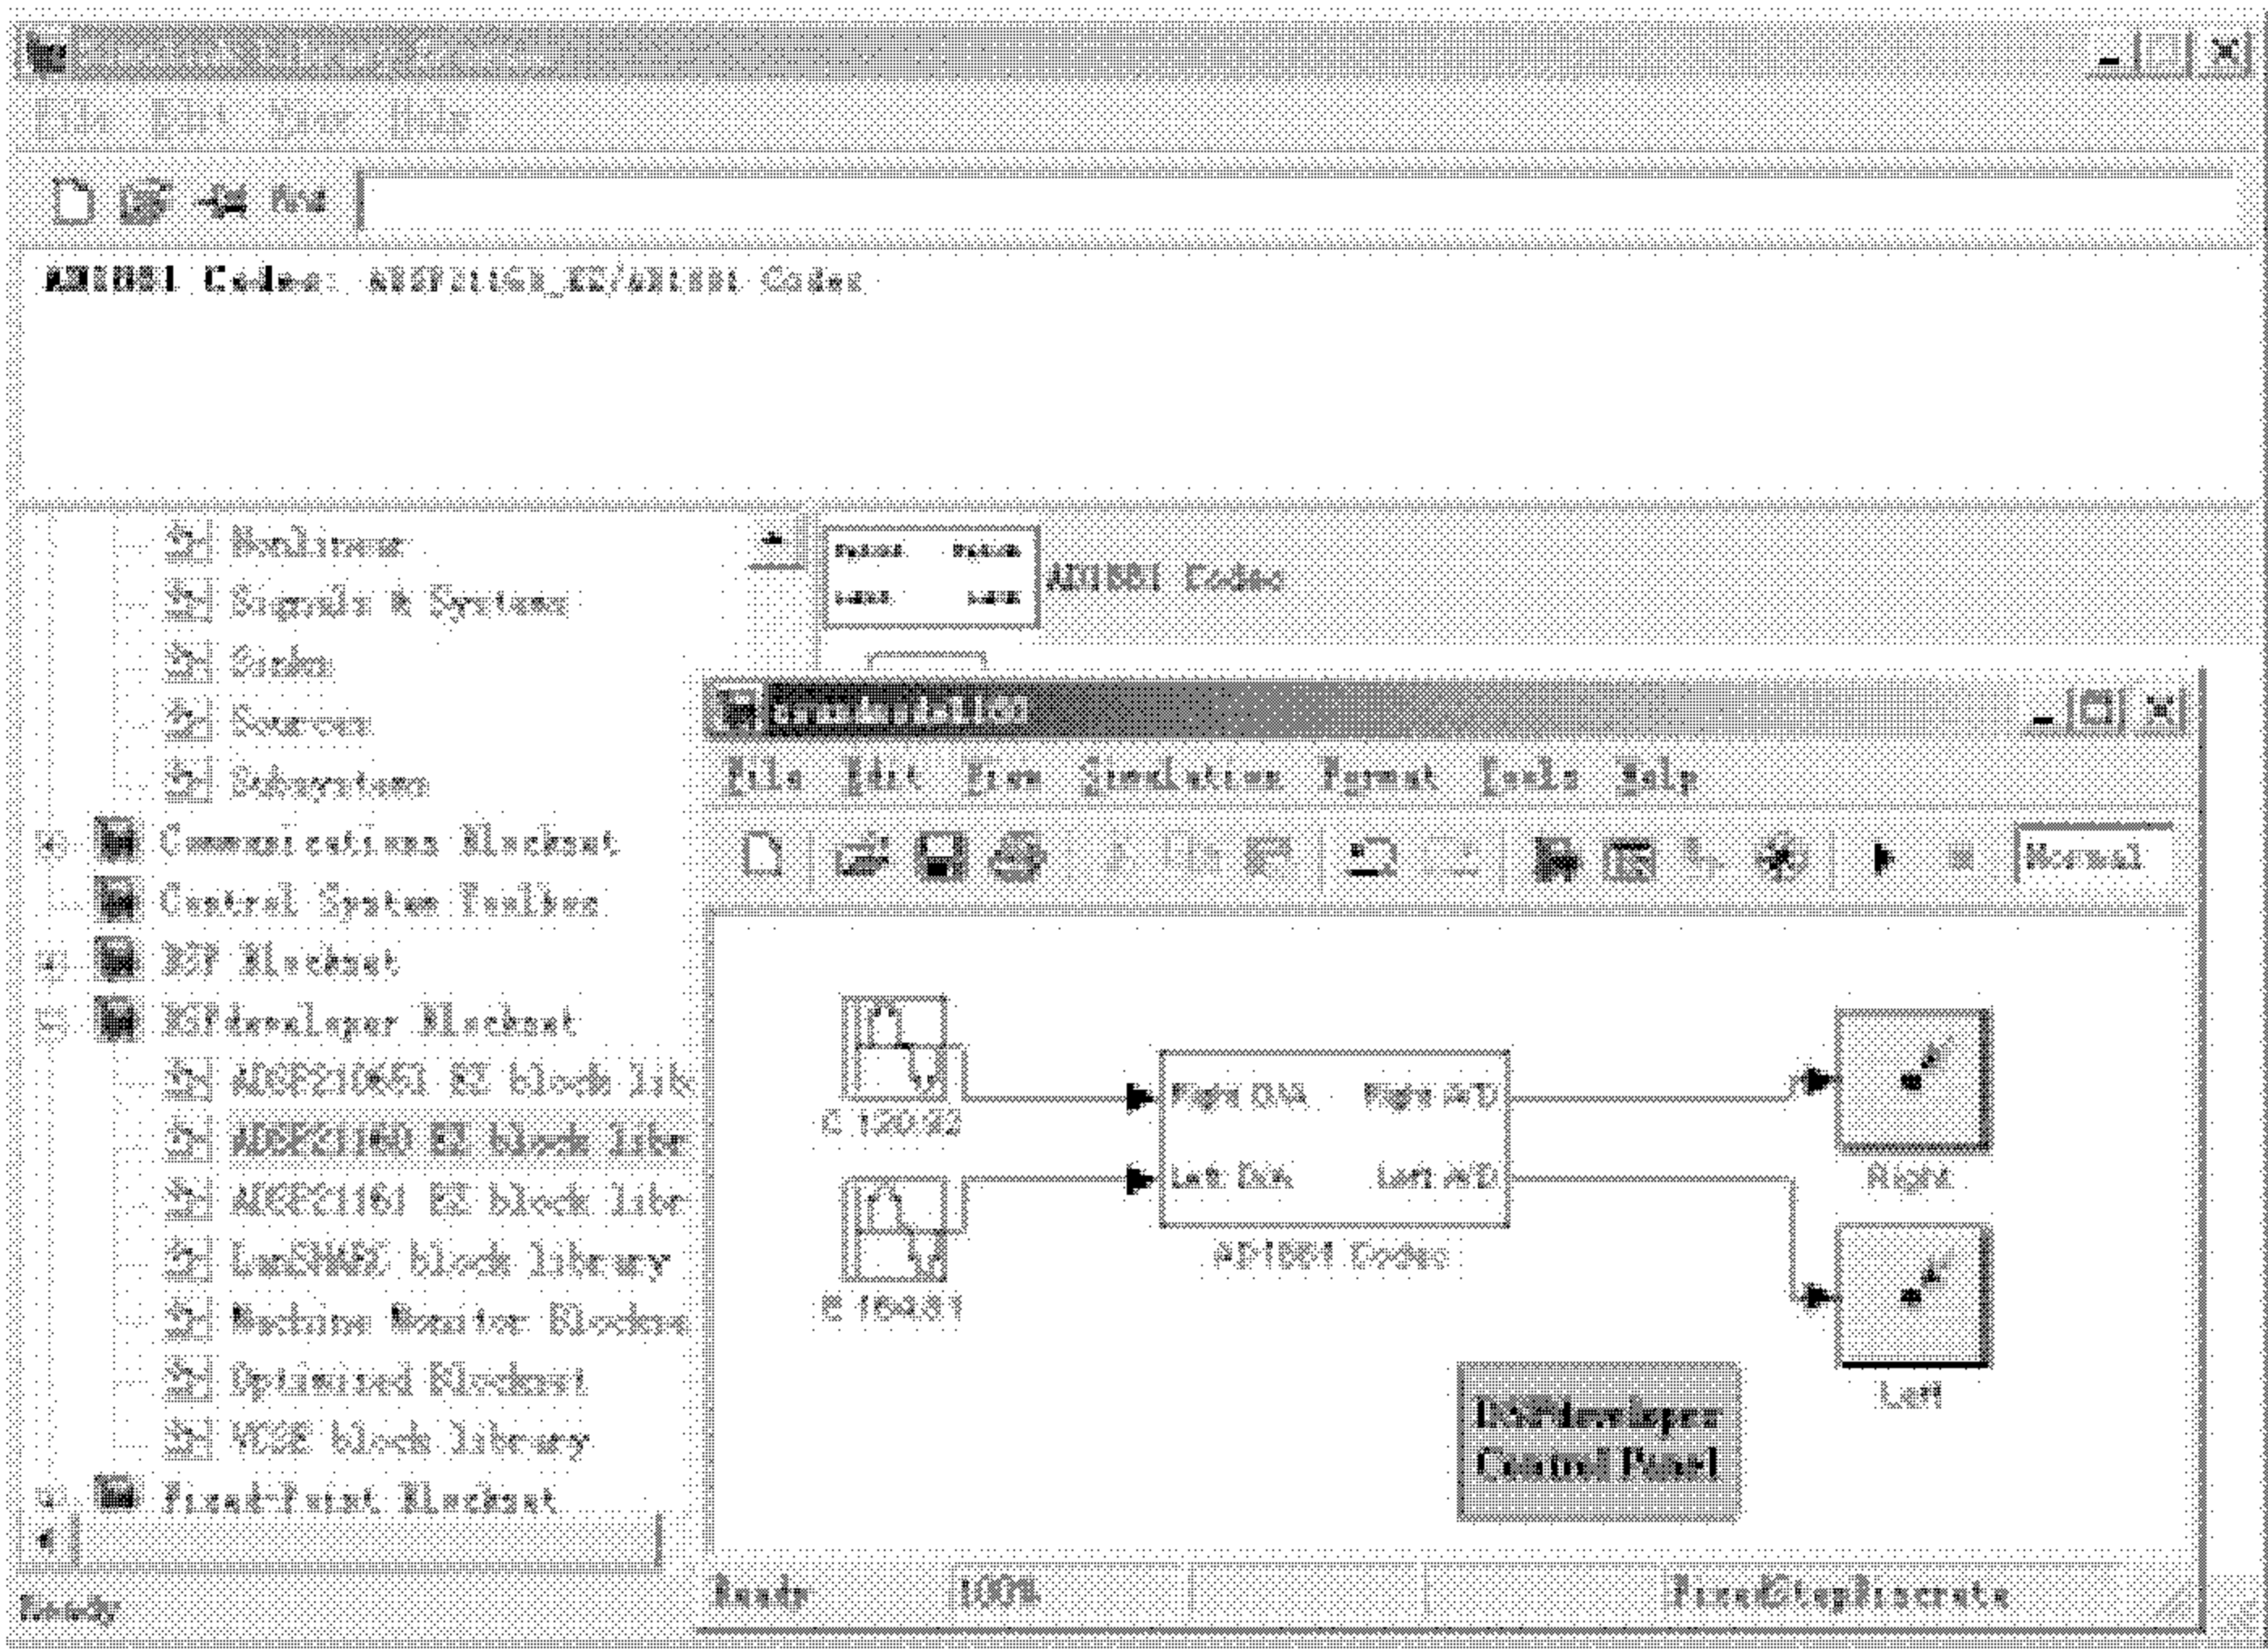

图 7.3 Simulink 演示模型
- (1) 在 MATLAB 命令窗中输入 simulink 命令，打开 simulink 库窗口。
- (2) 在 Simulink 环境中利用 Simulink 的内在模块和 DSPdeveloper 提供的模块来创建实时模型，图 7.3 为 DSPdeveloper 提供的一个 Simulink 演示模型。
在图 7.3 的 Simulink 模型例子中，两个信号源模块(输出正弦波)都是 Simulink 的内在模块，而其它模块都是 DSPdeveloper 提供的，包括 AD1881 Codec 模块(支持 ADSP21160 EZ - KIT Lite 目标板的模块)、探点(ProbePoint)模块、DSPdeveloper 控制面板(DSPdeveloper Control Panel)模块。
接下来介绍如何利用 DSPdeveloper 提供的控制面板(DSPdeveloper Control Panel)和探点(ProbePoint)来加载、运行和验证生成的可执行代码。我们在前面提到过, DSPdeveloper Control Panel 是 DSPdeveloper 提供的一个主控制面板, 它具有友好的图形用户接口, 可以用来选择加载目标板或 Simulator, 加载和运行可执行代码, 控制主机与目标 DSP 之间的通信以及获取并显示探点的数据等。探点用来在目标 DSP 的存储器中保存数据。下面假定 Simulink 模型中已经加入了 DSPdeveloper Control Panel 模块和 Probe Point 模块(如图 7.3 中的模型)。